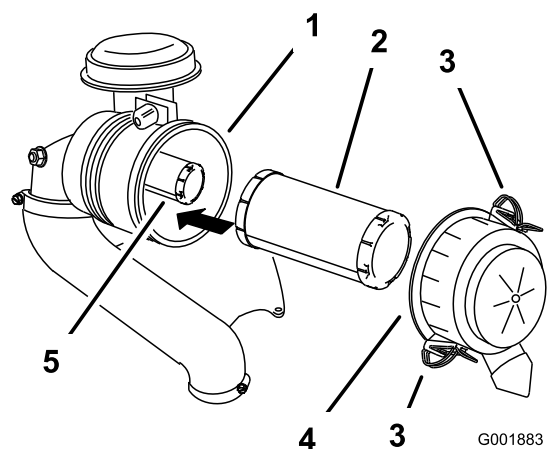

Figure 27
3. Déverrouillez le filtre à air et détachez le couvercle du boîtier du filtre (Figure 27).
- Sortez le préfiltre du boîtier du filtre avec précaution (Figure 27).
- Si vous remplacez l'élément de sécurité, insérez-le avec précaution dans le boîtier du filtre (Figure 27).
- Glissez ensuite le préfiltre sur l'élément de sécurité avec précaution (Figure 27).
- Reposez le couvercle du filtre à air, le côté portant l'inscription **UP** en haut, et verrouillez-le (Figure 27).